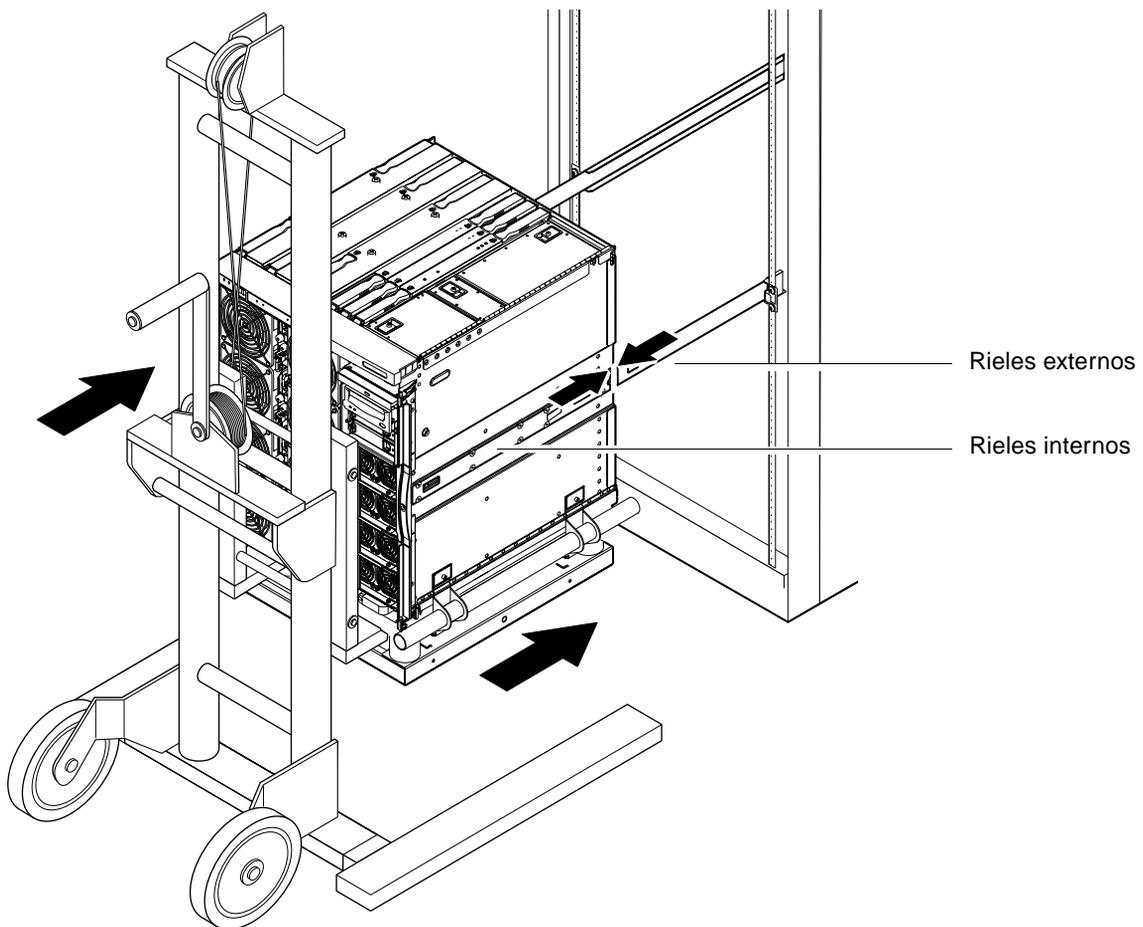

FIGURA 1-11 Alineación de los rieles
6. Mueva con cuidado el dispositivo de carga hacia delante hasta que los rieles del sistema queden completamente encajados en los rieles exteriores del mueble (FIGURA 1-11).